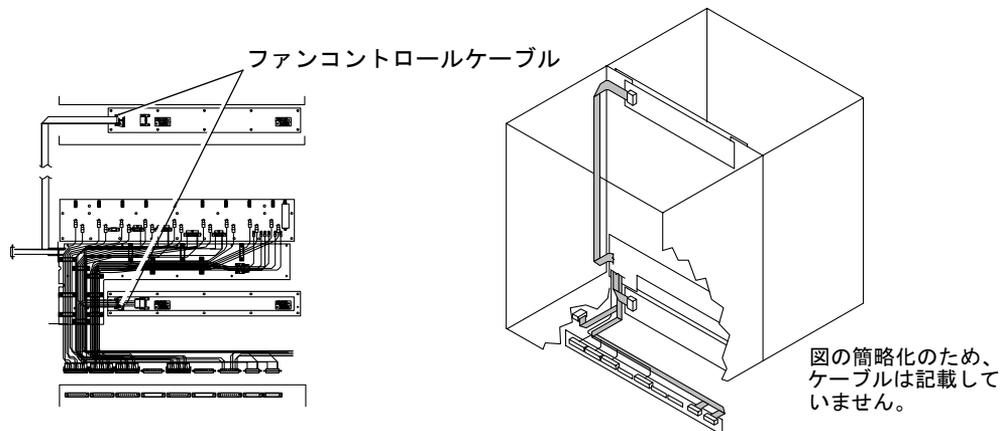

図 16-12 内部ケーブルハーネスセット
11. 上部および下部のカードガイドアセンブリから手を入れて、I²C ファンケーブルを 4 つのファンバックプレーンに固定している灰色のコネクタを取り外します (図 16-12)。